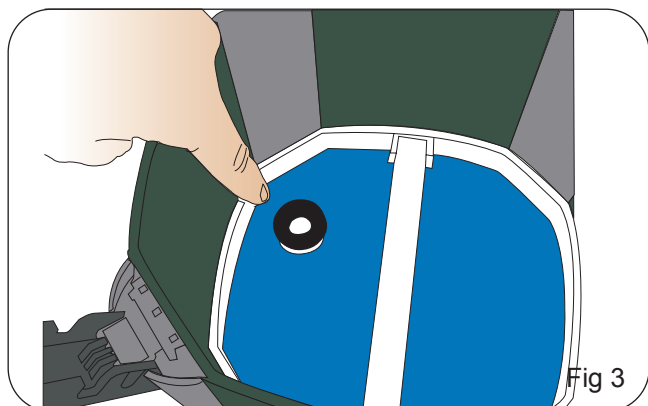

Fig 3
3. Sostituire i cestelli del filtro nel filtro seguendo l'ordine indicato a pagina 63. Assicurarsi che i cestelli del filtro siano posizionati orizzontalmente l'uno sopra l'altro e che il tubo di ingresso del filtro abbia l'O-ring nero di chiusura sulla sommità del primo Fig 3. Assicurarsi che la griglia del filtro sia riposizionata in cima all'ultimo cestello del filtro. Questo è molto importante.